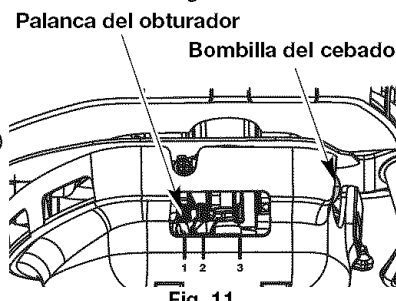

Fig. 11
4. Oprima completamente el cebador y suéltelo 10 veces. Hágalo lentamente. Se deberá ver un poco de combustible en el cebador y en las tuberías de alimentación de combustible (Fig. 11). Si no puede ver el combustible en el cebador, oprímalo y suéltelo tantas veces como sea necesario hasta que vea combustible en el mismo.
5. Coloque la palanca del obturador en **Posición 1** (Fig. 11).
7. Coloque la palanca del obturador en **Posición 2** (Fig. 11).
10. Coloque la palanca del obturador en **Posición 3** (Fig. 11) la unidad está lista para usarse.